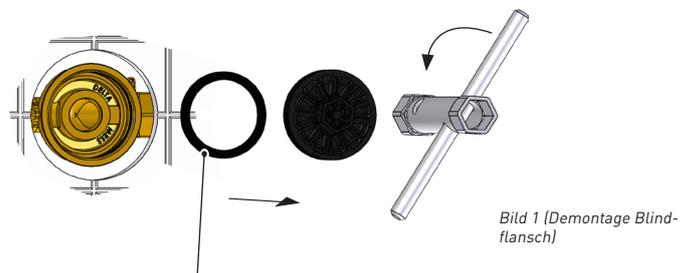

Bild 1 (Demontage Blindflansch)
- Blindflansch mit Steckschlüssel heraus schrauben, bei Unterputzmontage vorher die UP-Einputzhaube abziehen (*Bild 1*).